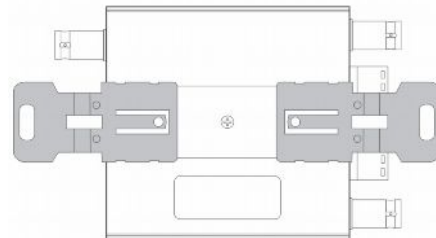

Рис.2.3 Монтаж крепления
- Аналогичным образом зафиксируйте второй крепежный элемент (рис.2.3);